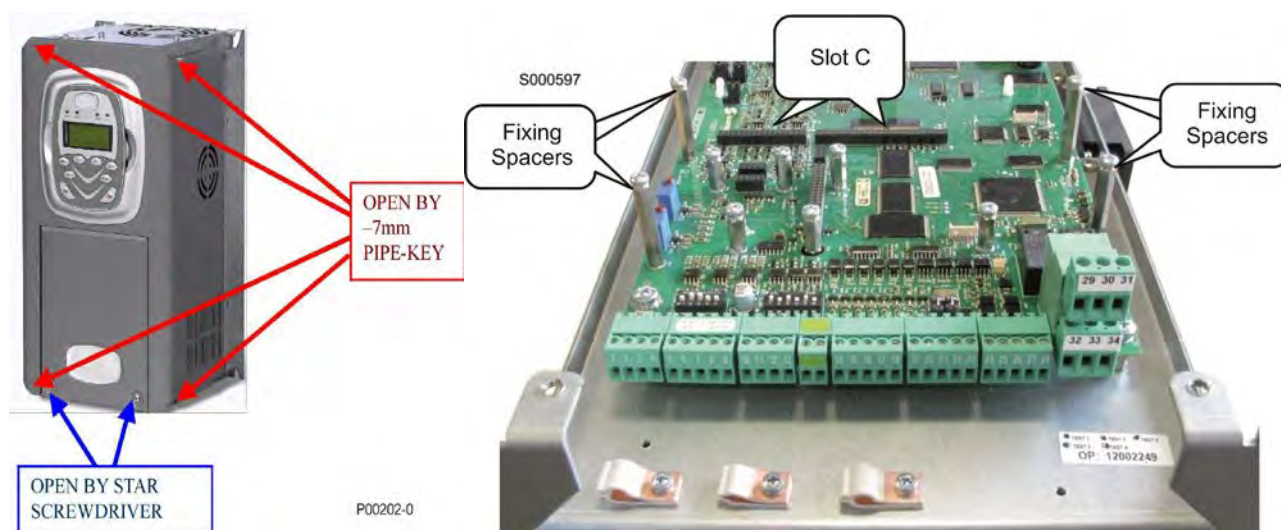

Figura 192: Rimozione del coperchio dell'inverter e posizione dello slot C.
- 2) Per una più agevole installazione della scheda è necessario rimuovere tutto il coperchio dell'inverter allentando le quattro viti a testa esagonale presenti nella parte bassa ed alta dell'inverter. Sono così facilmente accessibili le quattro colonnette metalliche di fissaggio della scheda ES847 ed il connettore dei segnali (Figura 192 - Slot C).